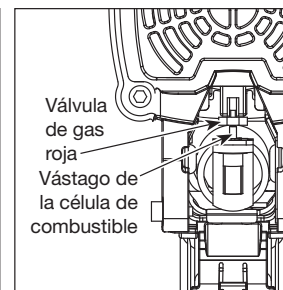

Figura 12
3. Introduzca el vástago de la válvula de medición dentro del orificio pequeño de la válvula de gas roja. (Vea la Figura 12).